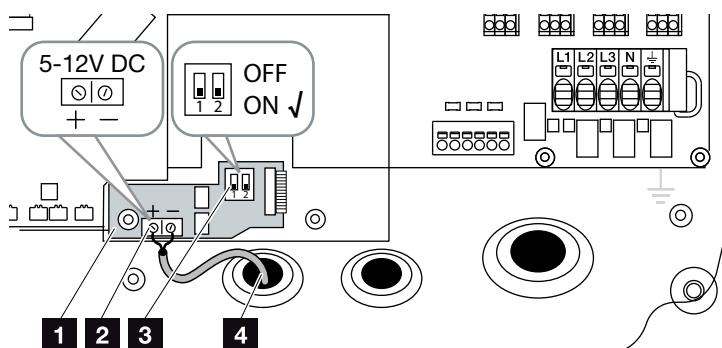

Fig. 26: KOSTAL Smart AC Switch-kort
1. Før styreledningen ind i vekselstrømsomformeren, og tilslut den ved tilslutningsklemmen **Fig. 26, pos. 2** for printkortet.
3. Stil DIP-afbryderen på ON **Fig. 26, pos. 3**